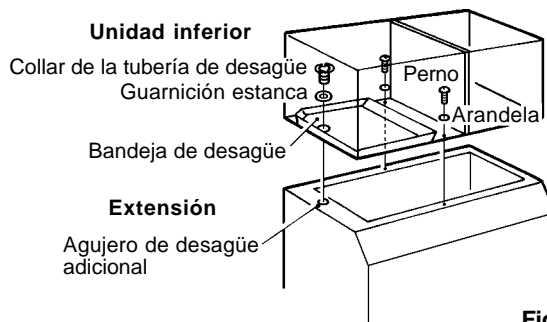

Fig. 6
- 5) Instalar la unidad inferior (tipo X) sobre la parte superior de la cubeta de almacén. Véase la fig. 6.
- 6) Sujetar la unidad inferior con los dos pernos y las dos arandelas suministradas. Véase la fig. 6.
- 8) [P-200SD] Alinear el agujero de desagüe y el agujero de la bandeja de desagüe. Introducir la guarnición estanca accesorio de la cubeta) y ajustar firmemente el collar de la tubería de desagüe (accesorio de la cubeta) con un par recomendado de 39,2 Nm. Véase la fig. 6.